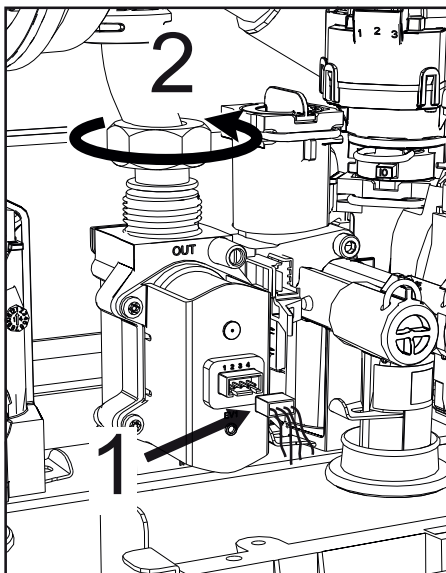

fig. 68 -
- Scollegare i connettori elettrici "1" ("fig. 68 -").
- Scollegare il tubo di alimentazione gas "2" ("fig. 68 -")